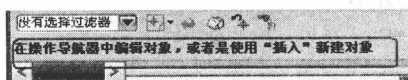

图 1-21 主界面中的提示栏
5) 提示栏。固定在主界面的中间, 提示读者如何进行操作。执行每个命令步骤时, 系统都会在提示栏中显示必须执行的动作, 或者提示下一个动作, 如图 1-21 所示。